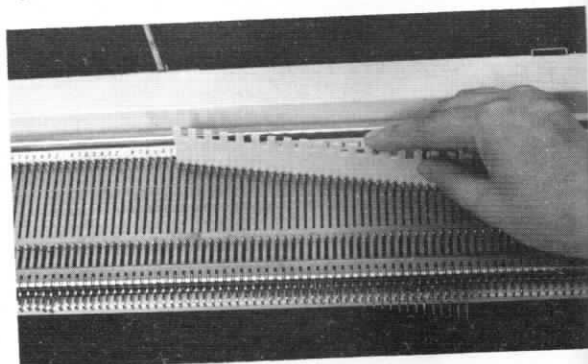

Fig. 34
- e) Por medio de la regla dentada, parte lisa (Ver Fig. 4/2), avanzar a posición de trabajo el número deseado de agujas — digamos 40 — como indica la Fig. 34 y alinearlos correctamente en la posición de trabajo C;
- f) Por medio de la regla dentada, parte lisa (Ver Fig. 4/2) avanzar el número deseado de agujas (Fig. 34) a posición de descanso E;